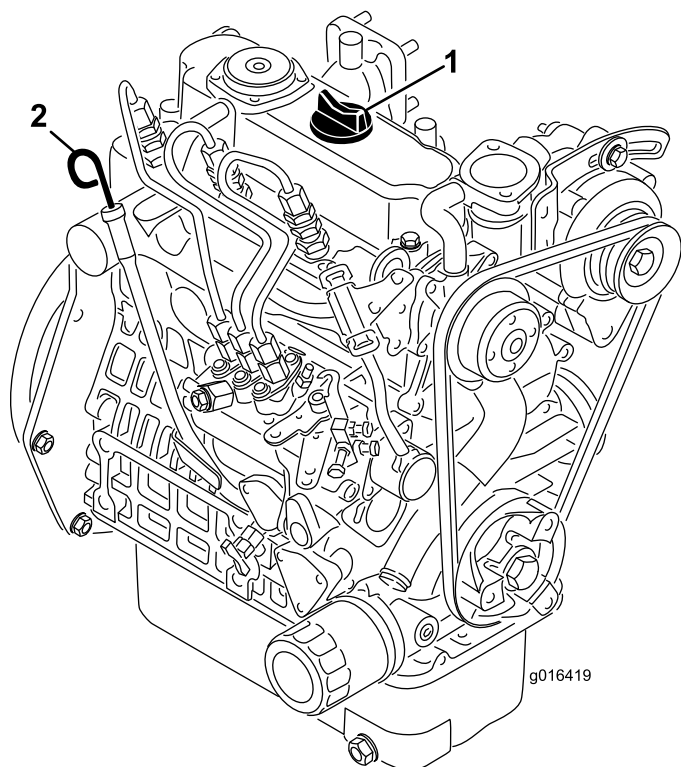

Figura 22
2. Togliete l'asta di livello ed asciugatela con un panno pulito (Figura 22). Inserite l'asta di livello nel tubo, assicurandovi che sia inserita fino in fondo. Estraiete l'asta di livello dal tubo e controllate il livello dell'olio. Se il livello dell'olio è basso, togliete il tappo di riempimento dal coperchio della valvola e versate **lentamente** una quantità di olio sufficiente ad alzarne il livello fino al segno di Full (Pieno) sull'asta. Rabboccate lentamente l'olio e controllate spesso il livello durante questa operazione. **Non riempite troppo.**